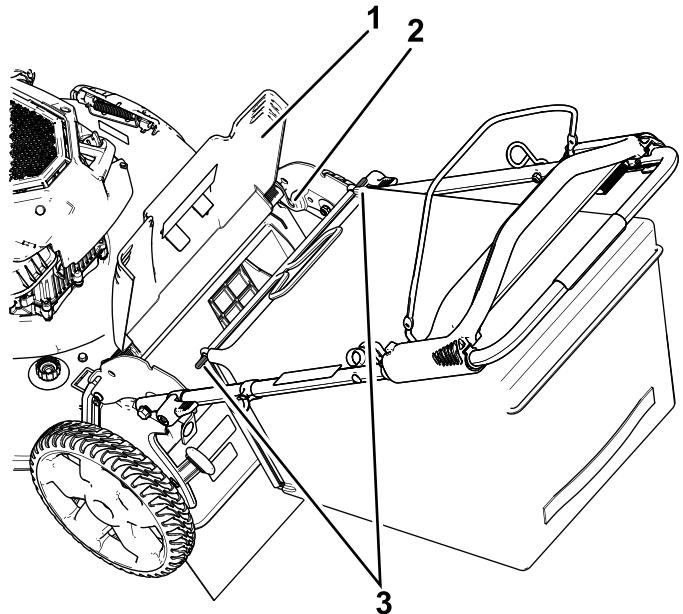

Рисунок 17
- Поднимите и удерживайте задний дефлектор (Рисунок 17).
- Установите травосборник и убедитесь, что его стержни вошли в пазы на рукоятке (Рисунок 17).